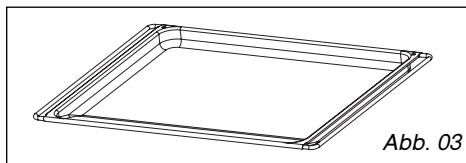

Abb. 03
- **Emailleblech** (Abb. 03): Zur Hälfte mit Wasser gefüllt kann es für das Garen im Wasserbad verwendet werden. Es kann auch als Garteller verwendet werden.